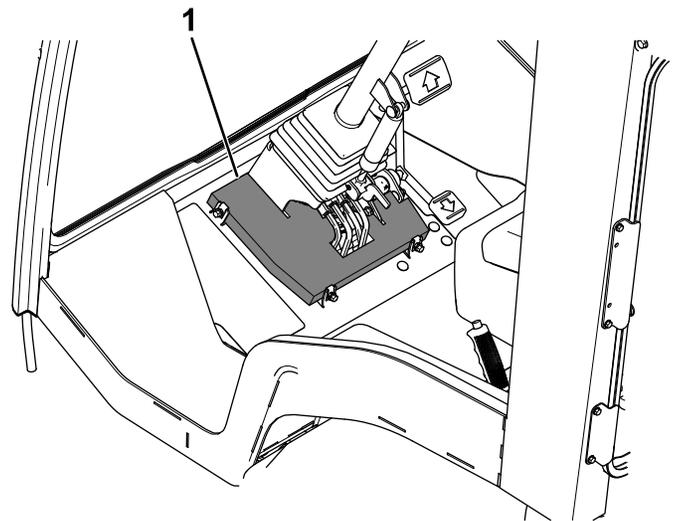

Figura 4
4. Montate l'inserto superiore dello sterzo (Figura 4).